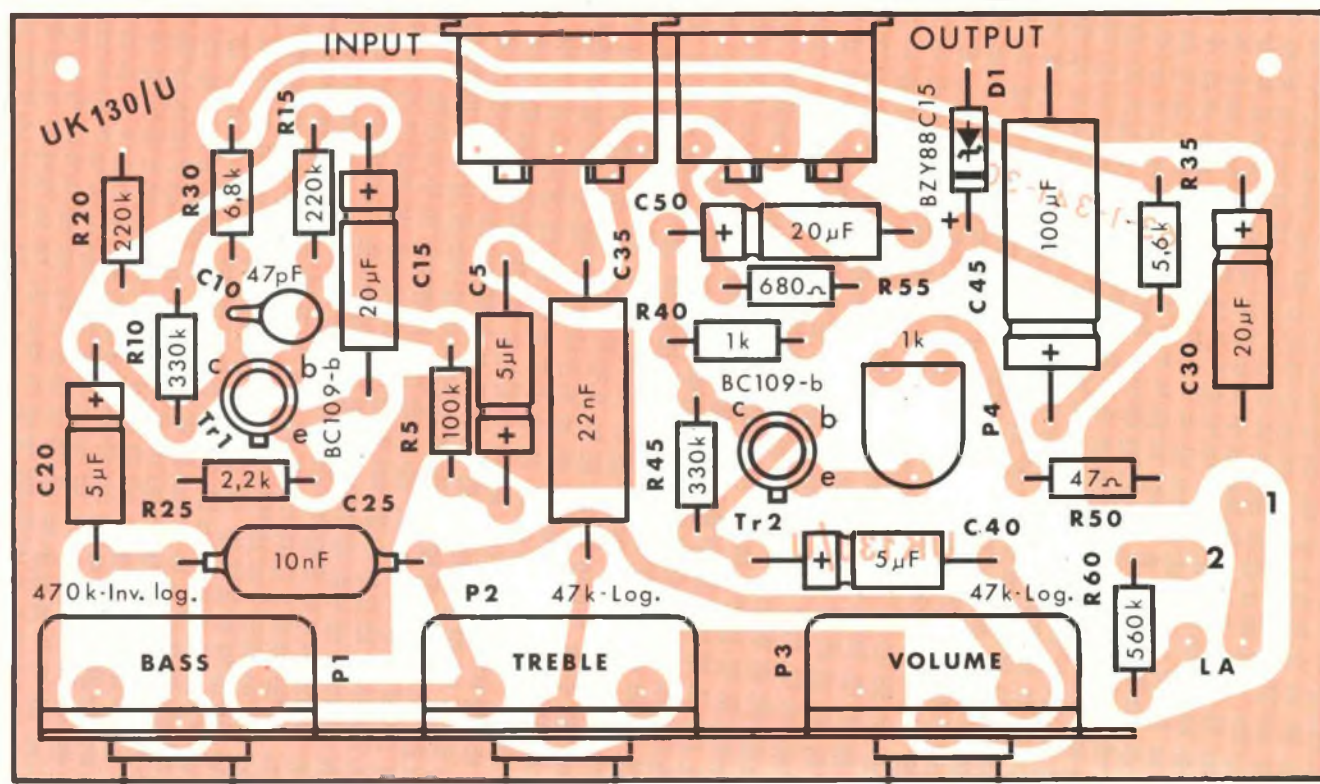

Fig. 3 - Disposizione dei componenti sulla basetta a circuito stampato.
1ª FASE - Montaggio dei componenti sul circuito stampato (Fig. 3)
☐ Montare sul circuito stampato (1) i tre potenziometri BASS, TREBLE, VOLUME di fig. 3; facendo riferimento ai valori ohmici degli elementi. Il fissaggio si esegue infilando i piedini dei potenziometri nei fori del circuito stam-